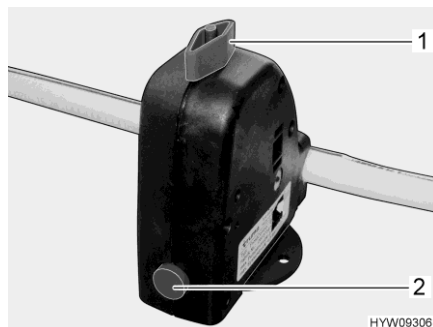

Fig. 102 Valve de sécurité et de vidange (Truma)
- Fermer la valve de sécurité et de vidange (Truma). Tourner pour cela le bouton rotatif (Fig. 102,1) dans le sens transversal par rapport à la valve de sécurité et de vidange et enfoncer le bouton-poussoir (Fig. 102,3).